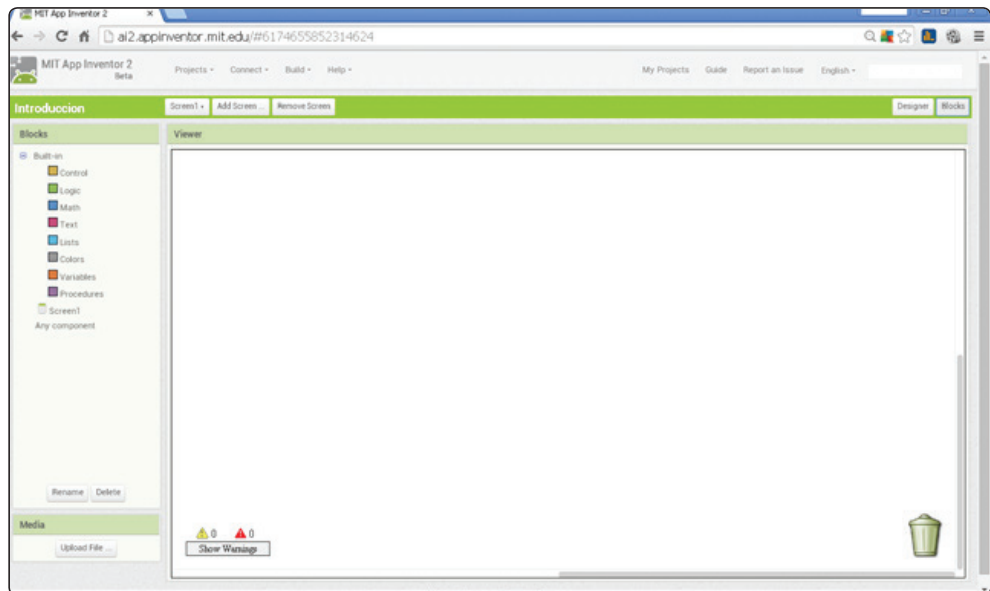

Figura 3.1-5. Pantalla de bloques al iniciar App Inventor
- **Blocks**(Bloques): Sirve para programar las instrucciones y los datos que empleará el programa junto con los elementos colocados en la pantalla Designer (véase la Figura 3.1-5).